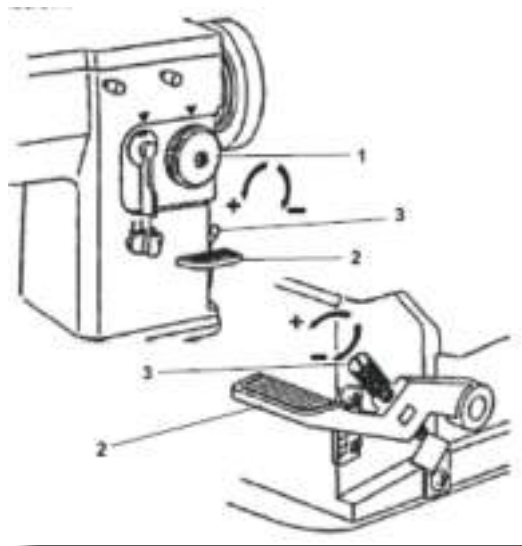

Figura 17
Para regular o comprimento do ponto, gire o seletor (1) Figura 17 para a direita ou para esquerda. + Para aumentar o comprimento do ponto. - Para diminuir o comprimento do ponto.
Para rematar pressione a alavanca (2) Figura 17 para baixo.
Para regular o comprimento do remate, gire o parafuso recartilhado (3) Figura 17 para a esquerda ou para direita, + para aumentar o comprimento, - para diminuir o comprimento.